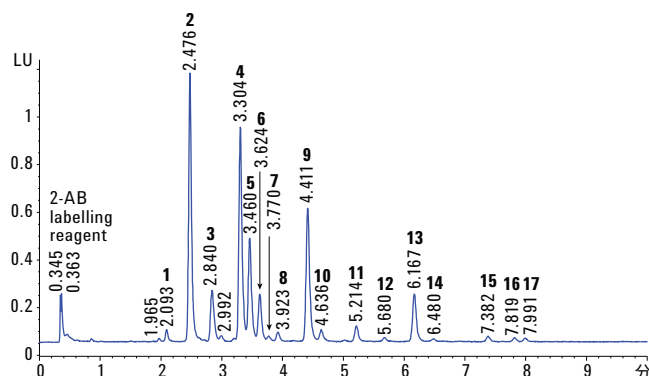

図 2. 条件
1.8 μm 粒子の AdvanceBio グリカンマッピング HILIC カラムを使えば、10 分未満の超高速グリカン分析が実現します (図 2 および表 1)。表 2 に、ピーク番号と IgG の主要グリカン構造を示しています。